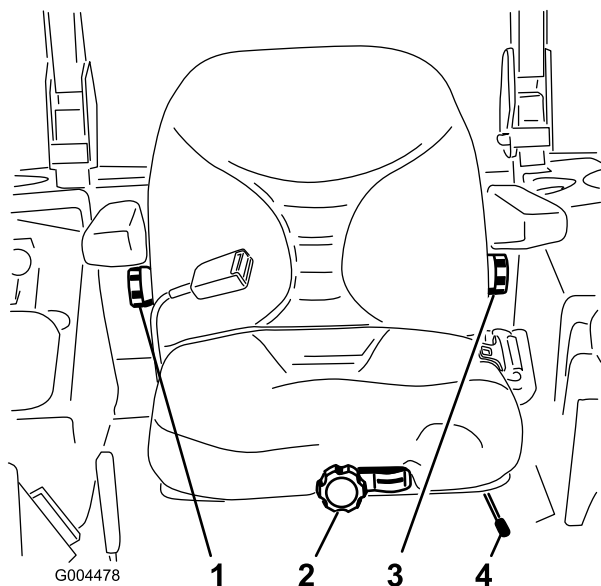

Рисунок 15
1. Для выполнения регулировки передвиньте рычаг в поперечном направлении, чтобы разблокировать сиденье (**Рисунок 15**).
направлениях, пока не будет достигнуто максимально комфортное положение (Рисунок 15).
Для регулировки спинки сиденья поворачивайте ручку под правым подлокотником в обоих направлениях, пока не будет достигнуто максимально комфортное положение (Рисунок 15).
Для регулировки спинки сиденья поворачивайте ручку под левым подлокотником в обоих направлениях, пока не будет достигнуто максимально комфортное положение (Рисунок 15).